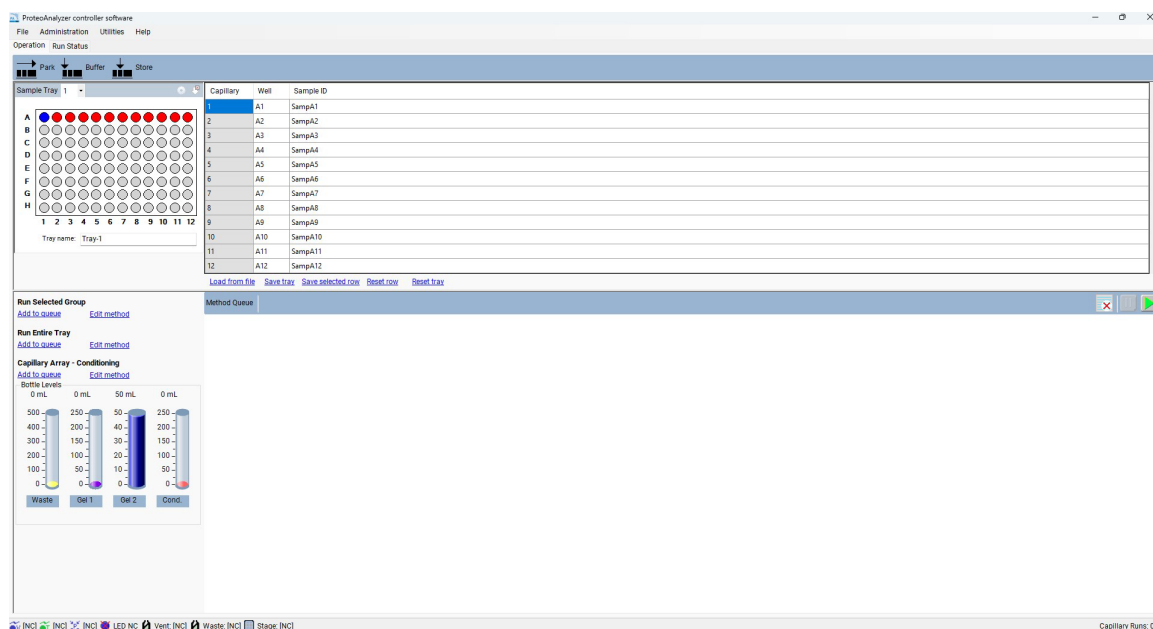

Figura 79 Aggiunta manuale di nomi di campioni
- 3 Selezionare l'opzione **Save tray** (Salva vassoio) o **Save selected row** (Salva riga selezionata) per salvare il file in formato .txt o .csv (Figura 79).